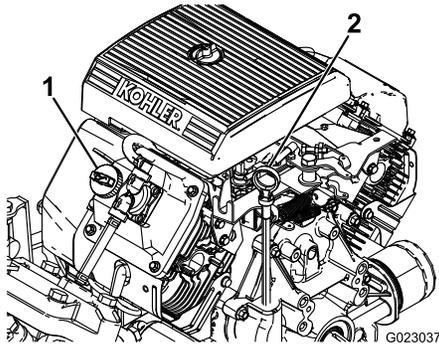

図 42
2. ディップスティックを抜きウェスで一度きれいに拭く 図 42。ディップスティックを、チューブの根元までもう一度しっかりと差し込む。ディップスティックを引き抜いて油量を点検する。
3. オイルの量が不足している場合は、バルブカバーについている補給口のキャップ 図 42を取り、ディップスティックの FULL マークまで補給する。補給するときはディップスティックで確認しながら少量ずつ入れる入れすぎないように注意してください
8. 所要量の約 80% のオイルを補給口から入れる 図 42。